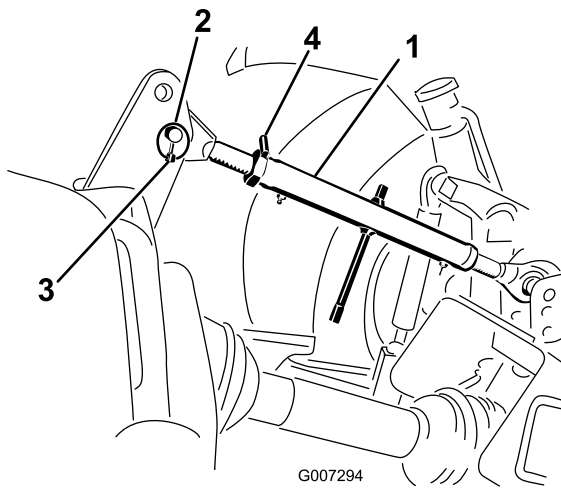

Figure 8
1. Insérez le bras de liaison supérieur dans le trou inférieur du support et fixez-le avec l'axe d'articulation et la goupille à anneau (Figure 8).
- Tournez le bras de liaison supérieur pour le serrer. Ajustez-le jusqu'à ce que l'avant du cadre de l'aérateur soit à 90 degrés par rapport à l'horizontale (Figure 8).